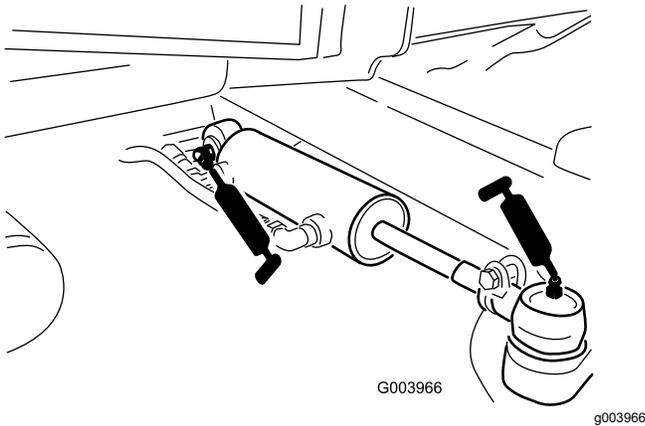

図 75
- ステアリングシリンダのボールジョイント 2ヶ所 **図 75**